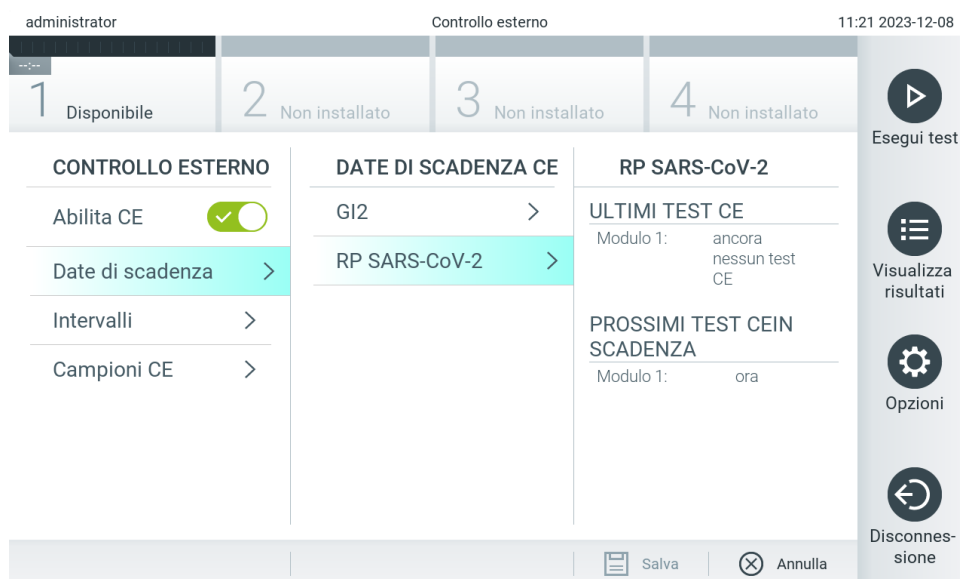

Figura 77. Schermata External Control Due Dates (Date di scadenza controllo esterno).
4. Selezionare **Intervals** (Intervalli) e poi un esame dall'elenco per configurare il relativo intervallo. Viene visualizzato un promemoria per ricordare agli utenti che è necessario eseguire un test di controllo esterno per gli esami selezionati se l'intervallo è trascorso (Figura 77).